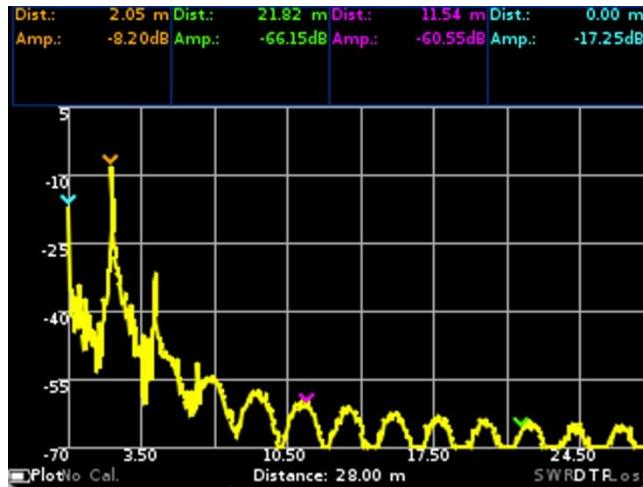

Рисунок 10.9. – График измерения расстояния до повреждения кабеля
10.7.1. **DTF** – *distance to fault* – расстояние до повреждения. Данный график (Рисунок 10.9) позволяет измерять расстояние до повреждения или неоднородности кабеля в линиях связи. Вычисляется как обратное преобразование Фурье от частотного массива коэффициентов отражения. На экране прибора график отображается как **DTF**.
**Примечание –** Для более детального анализа графика, нажмите кнопку (9) «SPAN» и кнопками перемещения (8) измените масштаб отображаемого графика. Для перемещения по графику в пределах выбранного диапазона нажмите кнопку (10) «FREQ» и кнопками перемещения (8) сдвиньте график в нужную сторону.